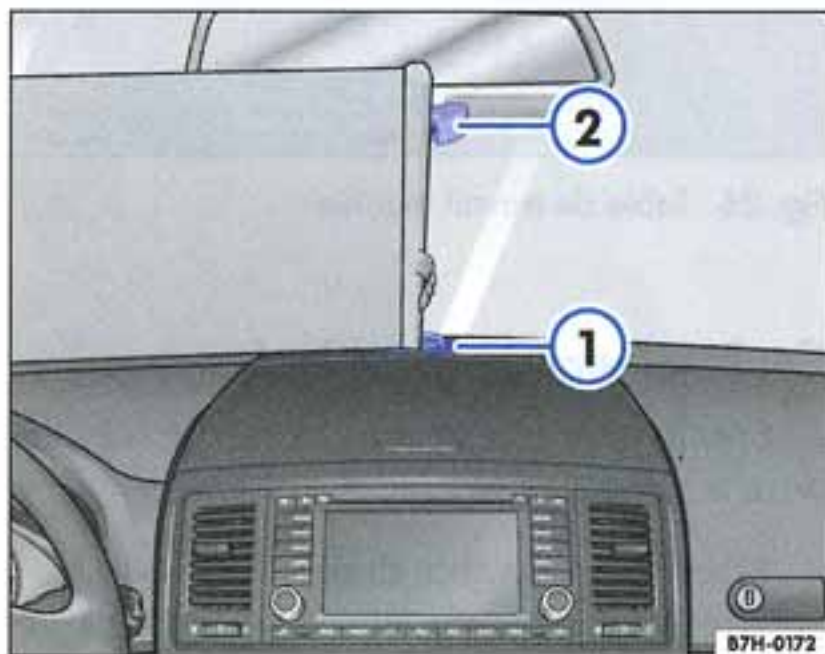

Fig. 27 Occultation de la partie gauche du pare-brise
- En fonction des versions, basculez soit le rétroviseur intérieur vers le haut, soit le levier du rétroviseur intérieur vers l'avant, jusqu'à ce que les deux aimants du rétroviseur intérieur $\Rightarrow$ fig. 27 (2) soient visibles.